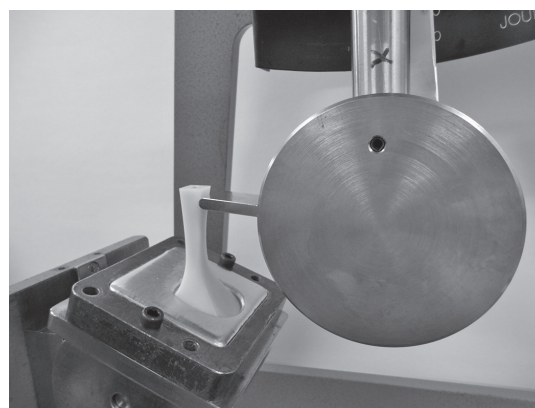

図2 規定の位置に取り付けたヒール
- (1) 金属製固定皿に低融点金属を流し込み、ヒールを固定する。
- (2) (1)を打撃ヘッドがヒールの先端から6mmの位置を直角に打つよう試験機に取り付ける(図2)。